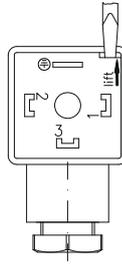

Fig. 8
- ↖ Ouvrir l'intérieur ③ de la boîte de raccordement ② avec un tournevis ou un outil similaire (⇒ Fig. 8).